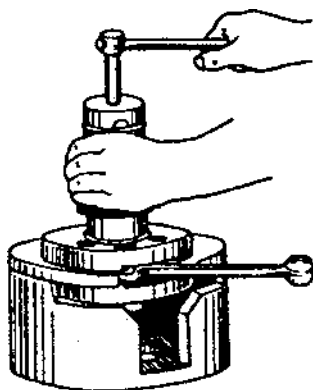

Рис. 2.25. Снятие подшипника с полуоси коленчатого вала ИЖ П-5
- снять подшипник с полуосей коленчатого вала (рис. 2.25) при помощи съемника.